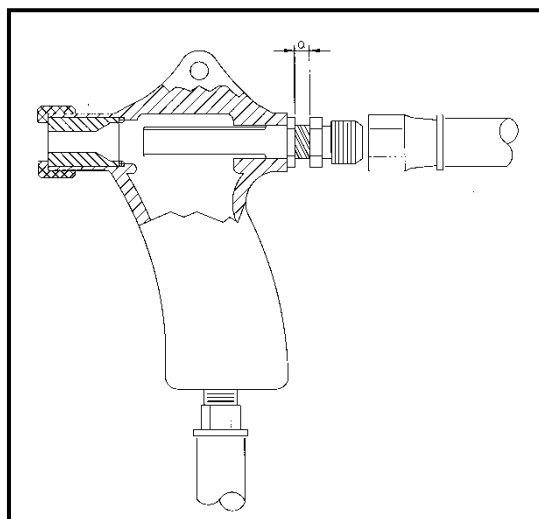

Fig. 4: Réglage de la buse d'air
(1) Utiliser une combinaison buse d'air/buse de sablage appropriée.	<ul style="list-style-type: none">– Voir tableau.– Une buse de sablage usée influence le rapport correct.
(2) Visser la buse d'air dans le pistolet.	<ul style="list-style-type: none">– Derrière l'écrou de sûreté, 3,5 à 4 spires sont visibles (distance « a » sur « Fig. 4: Réglage de la buse d'air »).